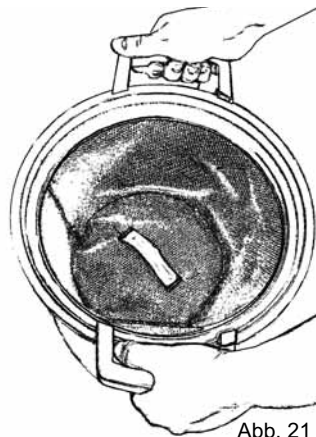

Abb. 21
3. Nehmen Sie den Filter noch nicht aus dem Behälter! Schütteln Sie den Filter stattdessen leicht im Behälter, sodass lockerer Staub vom Filter in den Behälter fallen kann, Abb. 21.
4. Nehmen Sie den Filter noch nicht aus dem Behälter! Schütteln Sie den Filter stattdessen leicht im Behälter, sodass lockerer Staub vom Filter in den Behälter fallen kann, Abb. 21.